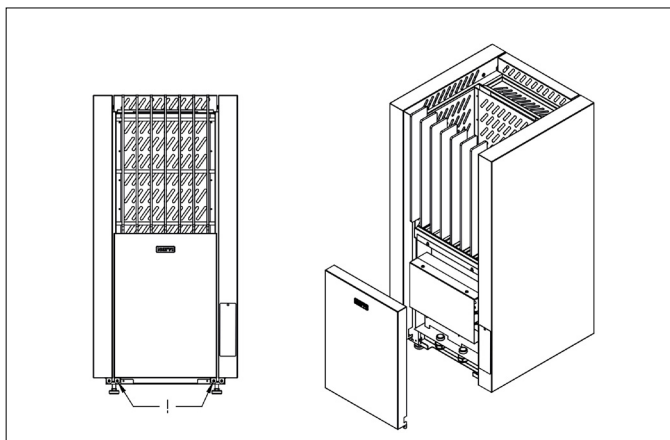

Abb. 3. Schrauben entfernen
- Nach Lösen der Schrauben kann die Serviceklappe geöffnet werden. (Abb. 3)